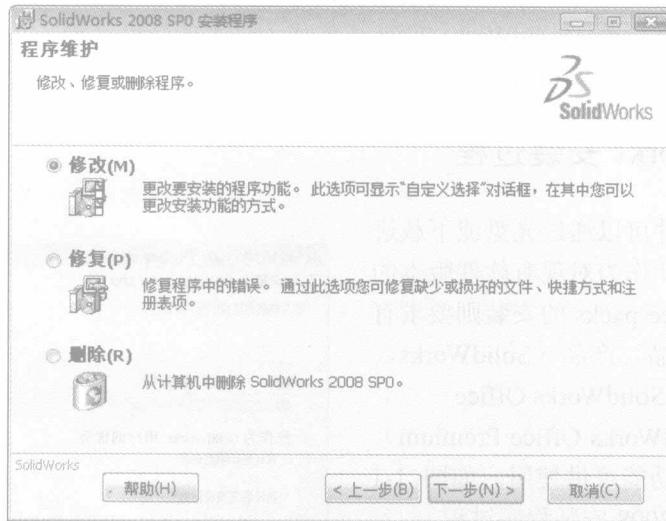

图 1-2 修改、修复、删除界面
(1) 在 Windows 中，打开“控制面板”，双击“添加/删除程序”；
(2) 在对话框中选择“SolidWorks 2008”；
(3) 根据操作系统提示，单击适当的按钮以修改或删除安装。如果修改安装，则跳到下一步，否则，确认删除来直接删除安装；
(4) 在 SolidWorks 2008 安装程序对话框中，单击【下一步】按钮。
(5) 如图 1-2 所示，在安装程序对话框中选择以下选项之一：